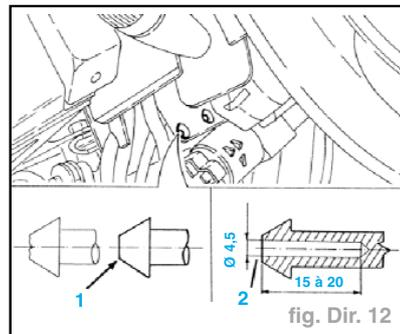

fig. Dir. 12
- Limer la surface des têtes des vis cassantes (1) (fig. Dir. 12) qui fixent le contacteur.
- A l'aide d'une perceuse, percer un trou de la taille indiquée dans (2).